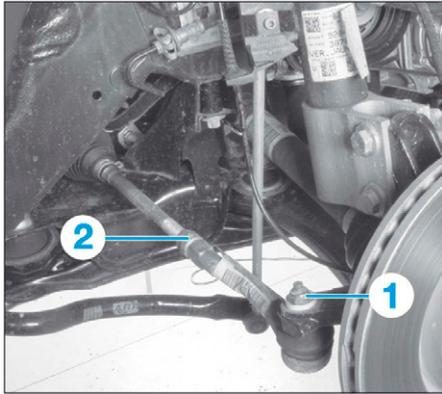

FIG. 7
- l'écrou (1) de rotule de direction (Fig.7).
- Desserrer le contre-écrou (2).